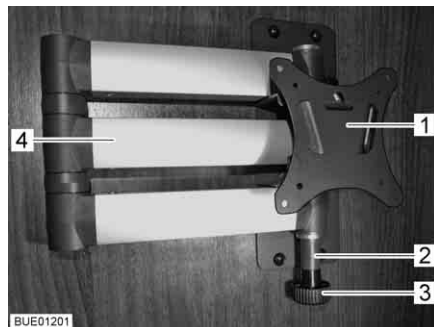

Bild 74 Fäste med ledad arm
- Dra i låsknappen (Bild 74,3). Den ledade armen (Bild 74,4) är upplåst.
- Vrid tillbaka den platta bildskärmen till utgångsläget, tills fästet (Bild 74,1) hakar fast i låset (Bild 74,2).